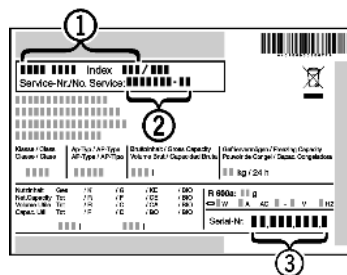

Fig. 6
- ▶ Прочетете от идентификационната табелка описанието на уреда *Fig. 6 (1)*, сервисния № *Fig. 6 (2)* и серийния № *Fig. 6 (3)*. Идентификационната табелка се намира на лявата вътрешна стена на уреда.
- ▶ Обадете се на сервисната служба и посочете неизправността, описанието на уреда *Fig. 6 (1)*, сервисния № *Fig. 6 (2)* и серийния № *Fig. 6 (3)*.